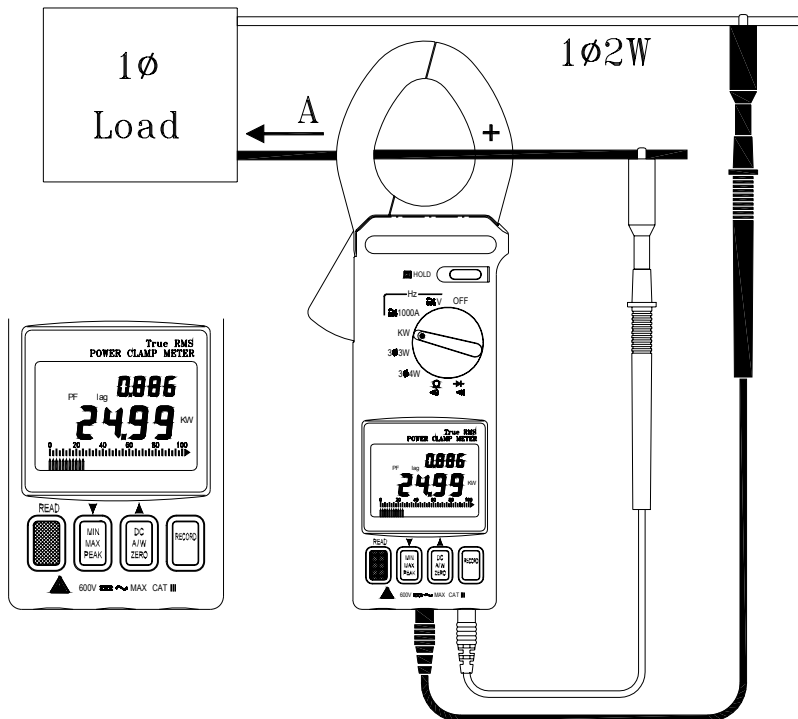

Figura 3
1. Con la ganascia vuota, accendere lo strumento impostando il selettore sulla posizione KW (consultare figura 3).